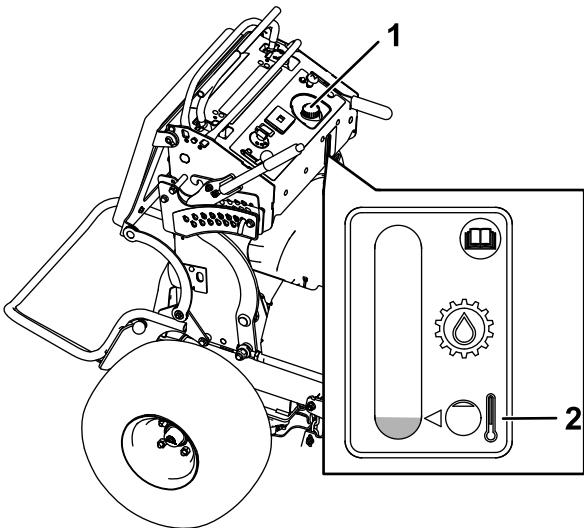

Figura 77
- Limpe a zona em redor da tampa e do tubo de enchimento do depósito hidráulico (Figura 77).
5. Retire a tampa do tubo de enchimento (Figura 77).